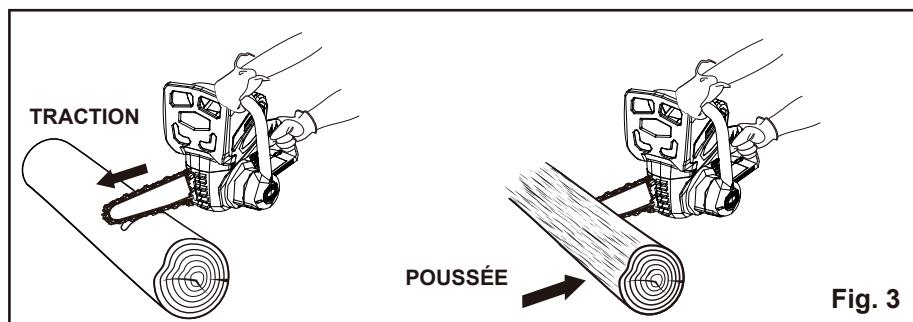

Fig. 3
- Poussée et traction – Cette force de réaction se produit toujours à l'inverse de la direction de la chaîne à l'endroit où le contact avec le bois se fait. Par conséquent, l'utilisateur doit être prêt à contrôler la TRACTION lorsqu'il coupe en utilisant la partie inférieure du guide-chaîne, et la POUSSÉE, lorsqu'il utilise la partie supérieure du guide-chaîne (voir la figure 3).